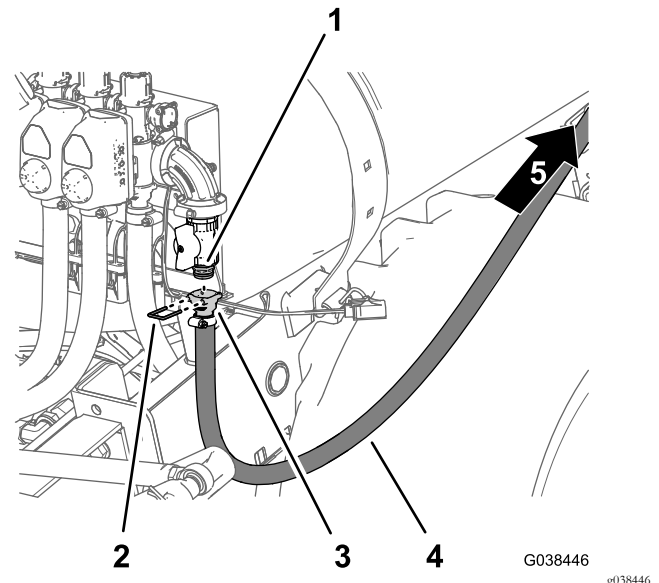

図 96
2. ホースのバーブ付きストレートフィッティングを、フランジ停止バルブのクイックコネクトフィッティングに取り付ける 図 96。
3. バーブ付きストレートフィッティングとクイックコネクトフィッティング 図 96を固定するステップ3 オプションのスプレーガンキットや電動ホースリールキットに停止バルブを取り付ける (ページ 41) で外したリテーナを使用する。
- 給液ホースを、液剤タンクに沿って車両前方のホースリールへ導く 図 96。